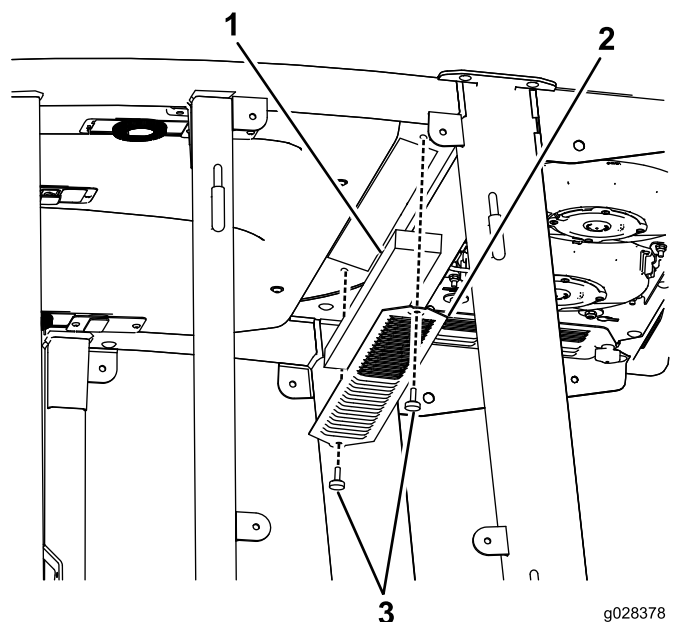

Рисунок 51
1. Выверните винты и снимите решетки у салонного и заднего воздушных фильтров кабины (Рисунок 51).